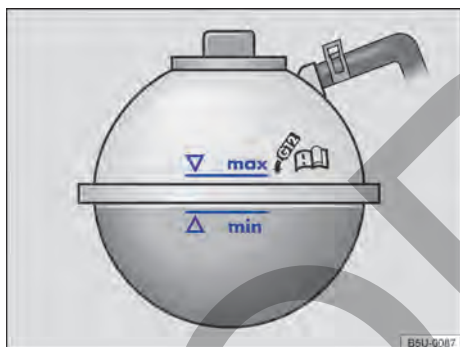

Fig. 132 En el compartimento del motor: marca en el depósito de expansión del líquido refrigerante del motor.
- Con el motor frío, comprobar el nivel del líquido refrigerante del motor por la marca lateral del depósito → **fig. 132**.
- El nivel del líquido refrigerante del motor debe permanecer dentro de la marca del depósito → fig. 132. ¡No completar por encima de la marca "máx" → ⓘ!
- Completar con líquido refrigerante del motor solamente hasta la marca "máx" → fig. 132. De lo contrario, al calentarse, el líquido excedente sería expulsado del sistema de refrigeración del motor y podrá causar daños.